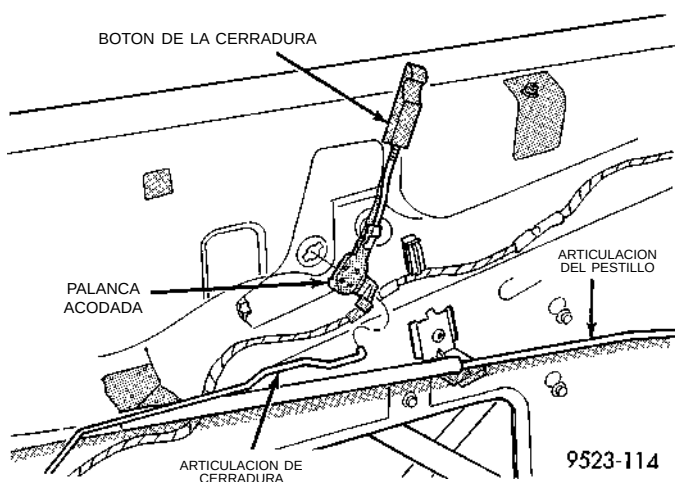

Fig. 11 Palanca acodada del botón de la cerradura
- (1) Retire el panel tapizado de la puerta.
- (2) Desacople el collarín que sujeta la articulación de cerradura a la palanca acodada.
- (3) Gire la palanca acodada hasta que las orejetas de retención estén alineadas con las muescas en el panel de la puerta.
- (4) Separe la palanca acodada de la puerta (Fig. 11).